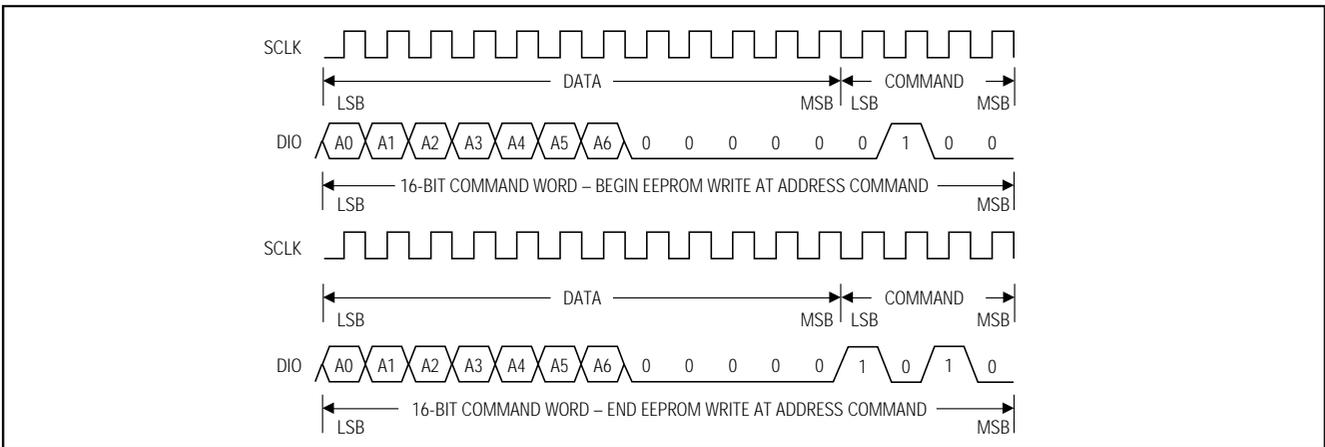

図7. BEGIN WRITE EEPROM及びEND WRITE EEPROMのタイミング図
- 5) 設定すべきアドレスにBEGIN EEPROM WRITEコマンドを発行します(図7)。